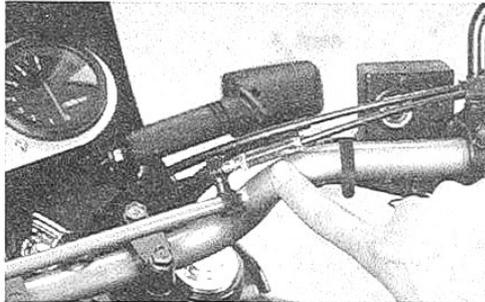

Bild 17
- Am Seilzug-Einsteller (Bild 17) auf grösstmögliches Spiel einstellen.
Einstellung des Betätigungsspiels: Gegenmutter am Einsteller (Bild 17) lösen und Einsteller einoder ausdrehen, bis Leerweg am Gasdrehgriffumfang 3 – 5 mm beträgt. Anschliessend Gegenmutter wieder anziehen.